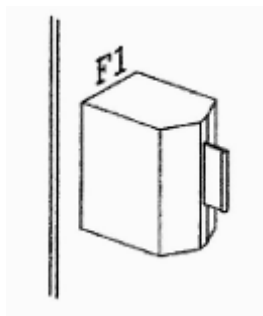

Рисунок 5-9. Держатель плавкого предохранителя переменного тока на выводном щитке контроллера ГХ, нижний левый угол
Положение Предохранителя – внутри маленького черного держателя в нижнем левом углу ТВ контроллера ГХ, обозначенный "F1" (смотри рисунок 5-9). Запасные предохранители находятся в маленькой коробочке, присоединенной к передней панели контроллера ГХ.
- (1) Импульс кода функции (измеренный либо на ТВ контроллера ГХ, J20, #1, либо на ТВ4 анализатора, #15) длится 1 (одну) секунду или более, следом за любым данным событием.
- (2) Общим кодом функции является на этих клеммах: ТВ контроллера ГХ, J19, #5 и ТВ4 анализатора, #16 (смотри рисунок 5-9).